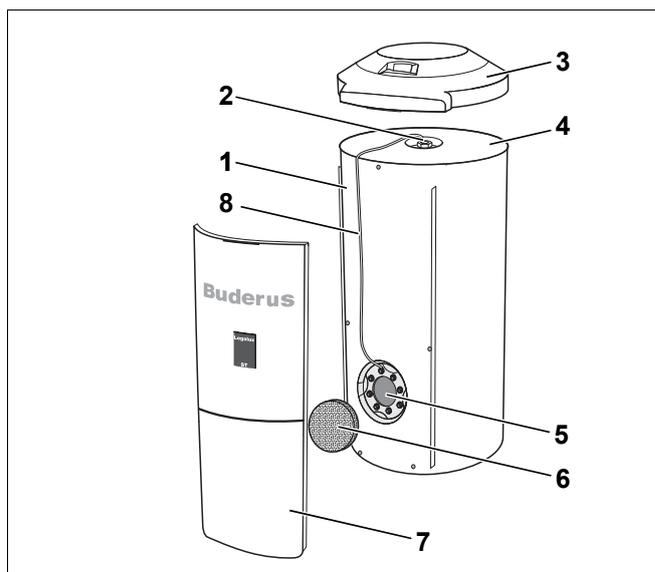

Рис. 1 Баки-водонагреватель Logalux ST160/4 – ST300/4
- Бак-водонагреватель (рис. 1, **поз. 1**) с коррозионной защитой
Коррозионная защита состоит из гигиенической термоглазури DUOCLEAN MKT и дополнительно из катодной защиты в виде магниевого анода (рис. 1, **поз. 2**).
Съемные детали облицовки: крышка бака (рис. 1, **поз. 3**) и состоящая из двух частей обшивка (рис. 1, **поз. 7**), закрывающая крышку смотрового люка.
- Теплоизоляция (рис. 1, **поз. 4**)
Теплоизоляция из не содержащего вредных веществ полиуретанового пенопласта нанесена непосредственно на бак. Теплоизоляционный элемент (рис. 1, **поз. 6**) из пеноматериала уменьшает теплопотери через крышку люка.
- Крышка люка (рис. 1, **поз. 5**) для проведения техобслуживания и чистки.